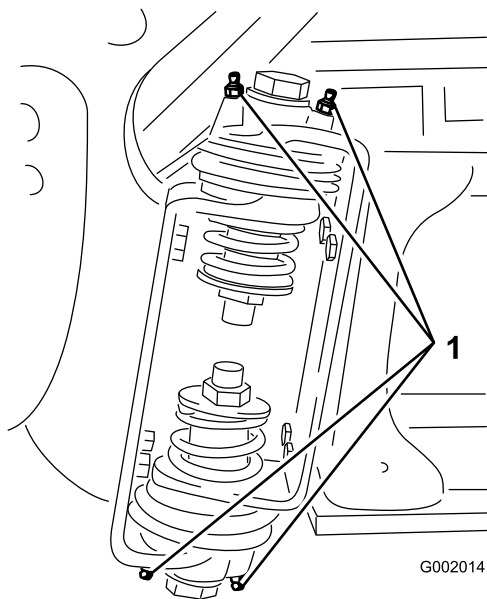

Bild 65
2. Pressen Sie Fett in die Lager oder Büchsen jedes Anschlussstückes (Bild 65).